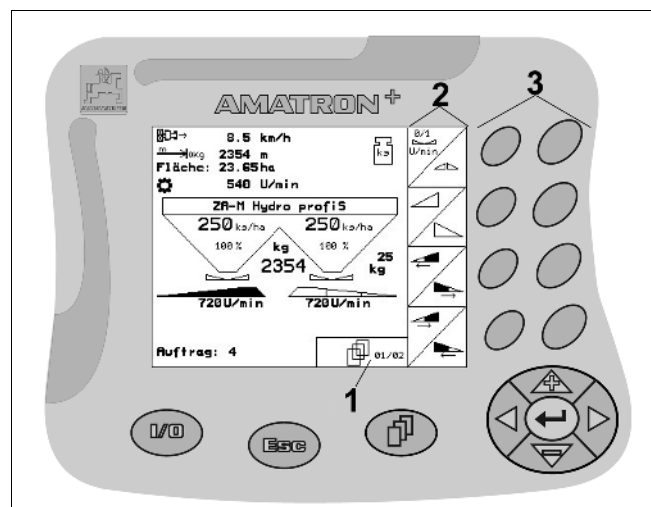
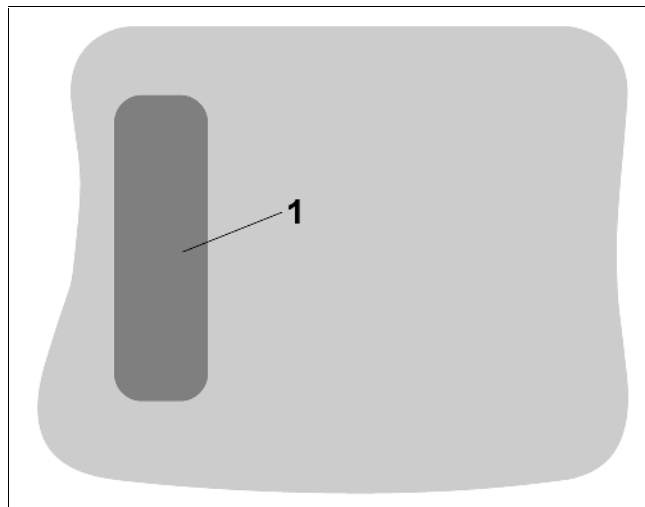

Fig. 9
Fig. 10
-  - Hojear en otras páginas del menú (sólo posible si aparece el símbolo „hojear“ (Fig. 9/1) en la pantalla)
Si se oprime la tecla Shift  sobre la parte posterior del aparato (Fig. 10/1), aparecen en el Menú de Trabajo / Menú de Pedido otros campos funcionales (Fig. 11) modificándose correspondientemente la ocupación de la teclas funcionales (Fig. 9/3).